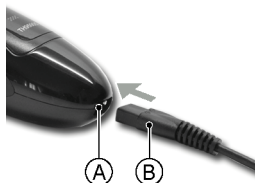

Figure 2: recharge de la batterie de la tondeuse directement sur le secteur.
2. Insérer la fiche du bloc d'alimentation (Figure 2, B) dans la prise (Figure 2, A).
Lorsque la batterie est déchargée, la tondeuse pourra être utilisée avec le cordon d'alimentation directement branché dans la prise de la tondeuse (Figure 2).